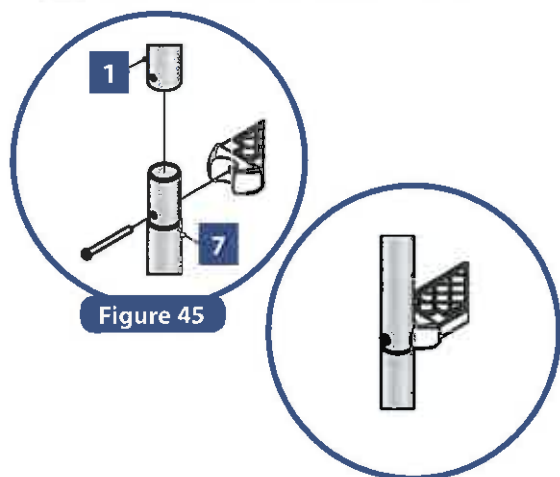

Figure 45
- Assembler la rampe supérieure **1** et inférieure **7** en les introduisant l'une dans l'autre (figure 45). Fixer les marches **6** aux rampes à l'aide des boulons **8**, des rondelles **4** et des écrous **9**.